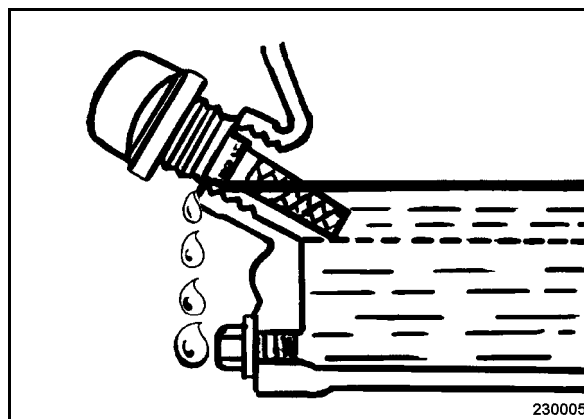

рис. 39
- Установить двигатель горизонтально и вывинтить указатель уровня масла (рис. 39).